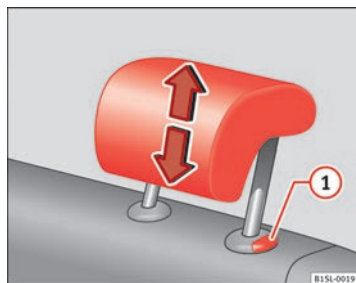

Fig. 31 Ajustar os encostos de cabeça traseiros.
- Desbloqueie o encosto de cabeça no sentido da seta, para cima ou para baixo ao mesmo tempo que pressiona o botão ⇒ Fig. 31 ① ⇒ ⚠.